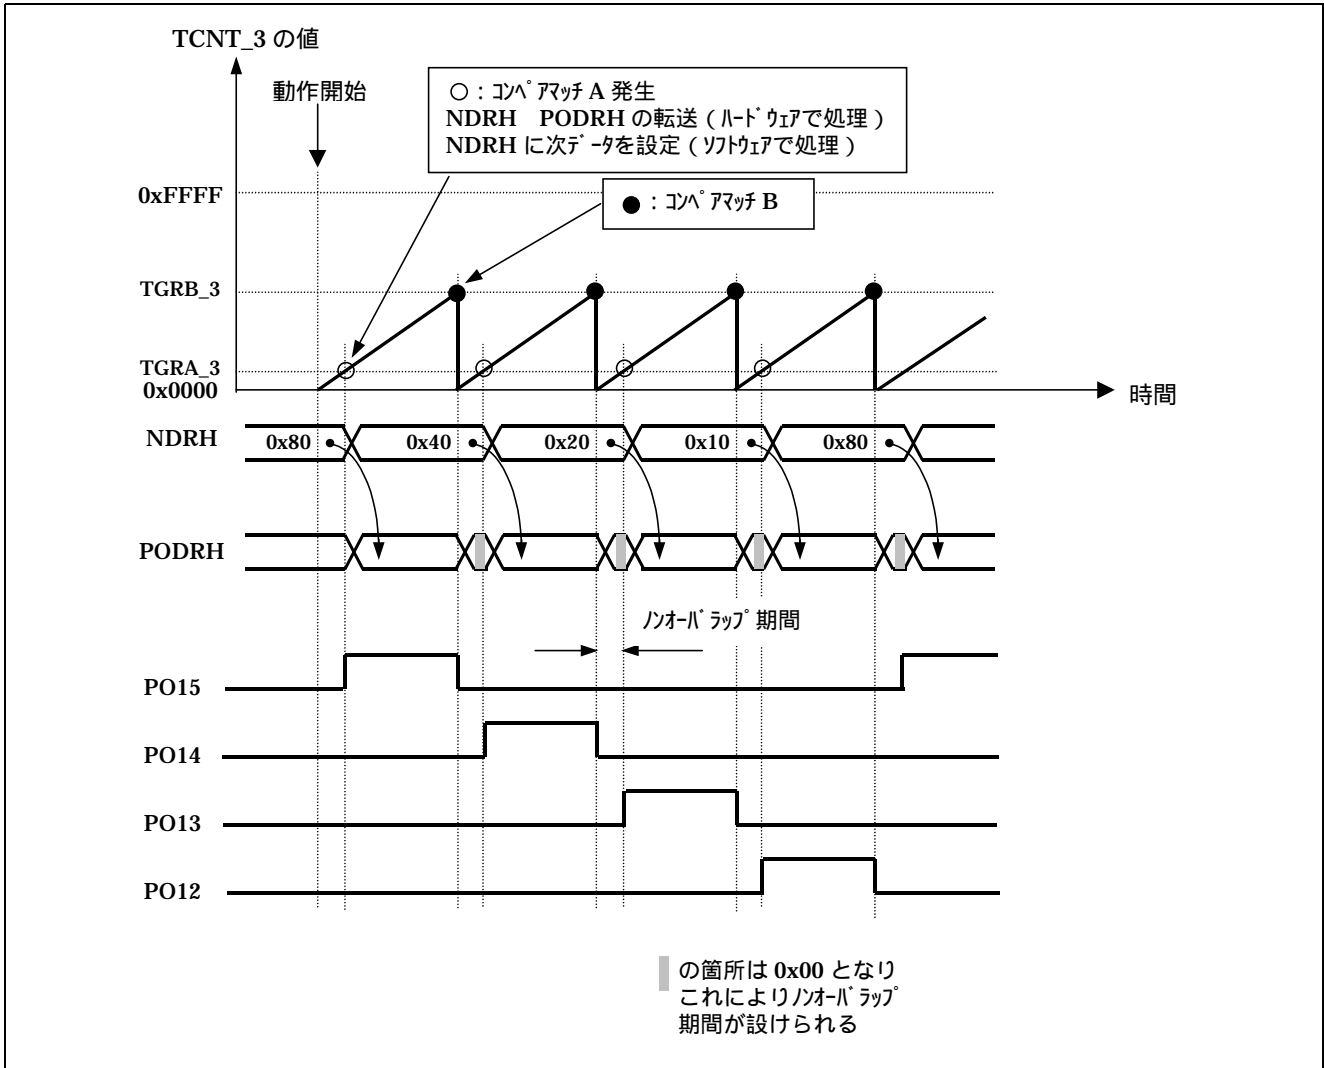

図 3 ノンオーバーラップ 4 相パルス出力動作例
ここでは TPU3 のカウントクロックは周辺モジュール (P) / 1 としますので、P = 25MHz 時には TPU3 のカウントクロック = 40nsec となります。また、ノンオーバーラップ期間 < トリガ周期 (TGRA_3 < TGRB_3) でなければいけません。動作例を図 3 に示します。